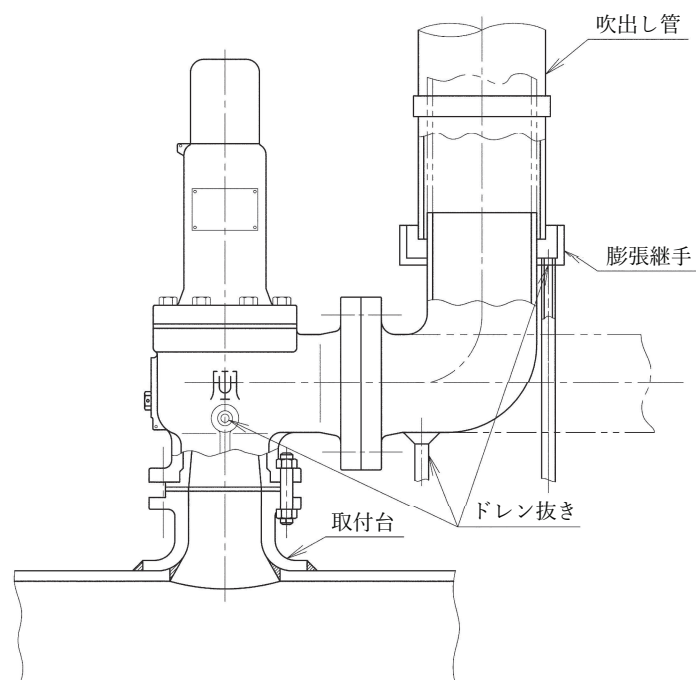

図1 配管例図
- 弁箱・吹出し管に、ドレン・雨水等がたまるおそれがある場所では、それらを全部抜き得る位置に開放したドレン抜きを必ず設け、排水溝まで導いてください。(図1参照)